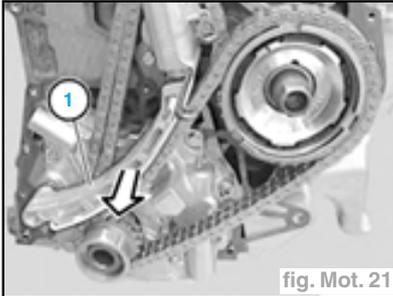

fig. Mot. 21
- le guide tendeur (1) (fig. Mot. 21),